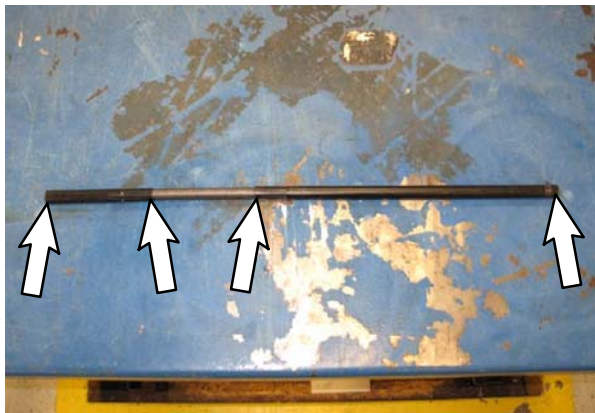

FIG. 29
1. Utilice un paño humedecido en alcohol (6) para limpiar el aceite tanto del interior del orificio del nuevo acoplamiento de dirección (3) como de ambos extremos del eje de dirección (1). **No** limpie la parte flexible del eje de dirección. (Fig. 29)